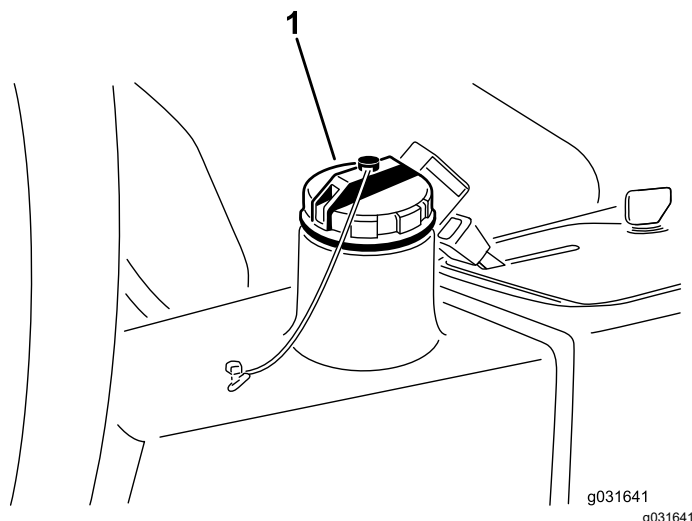

Figure 64
4. Versez environ 13,2 litres de liquide hydraulique dans le réservoir (Figure 64) ; voir Contrôle du système hydraulique (page 55).